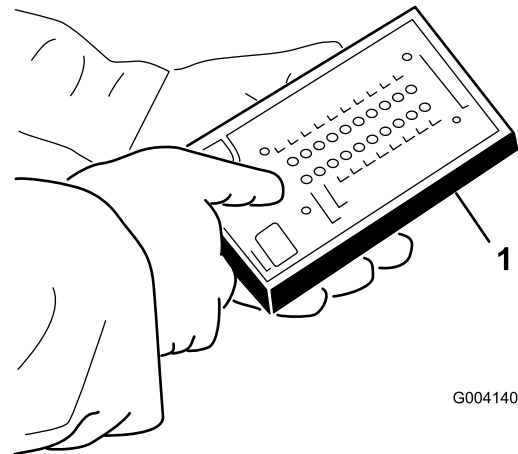

**Bild 48**
5. Schließen Sie den Stecker der ACE-Diagnostikanzeige an den Kabelbaum an (Bild 48).